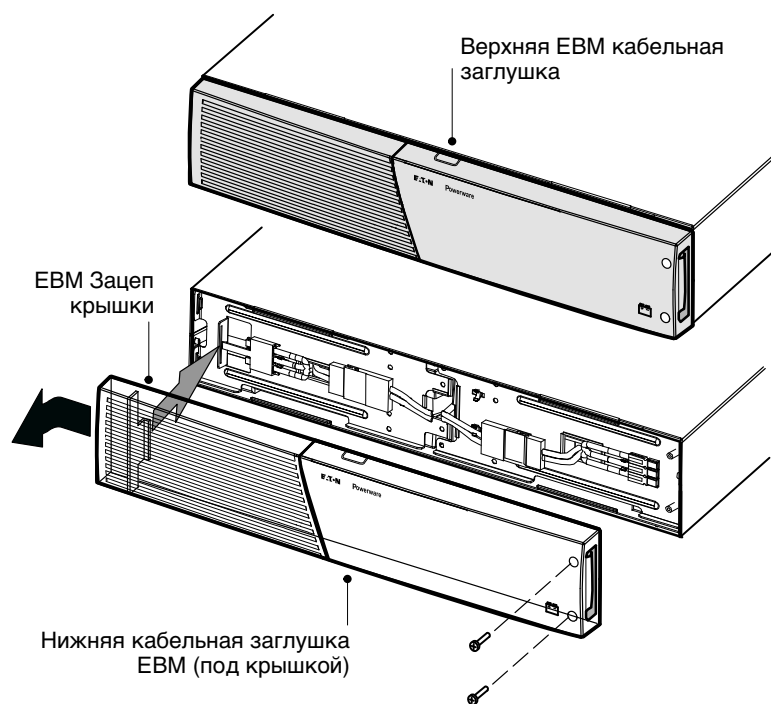

Рисунок 27. Снятие передней ЕВМ крышки
1. Снимите переднюю крышку каждого ЕВМ (см. Рисунок 27).
- Снимите переднюю крышку каждого нового ЕВМ (см. Рисунок 27).
- Для нижней части (или только) ЕВМ снимите кабельную заглушку ЕВМ в верхней части крышки. Расположение верхней кабельной заглушки Рисунок 27 см. на ЕВМ.
- Если вы устанавливаете несколько новых ЕВМ, для каждого дополнительного ЕВМ снимите кабельную заглушку ЕВМ в верхней и нижней части передней крышки ЕВМ. Расположение кабельных заглушек Рисунок 27 см. ЕВМ на.
Перед установкой крышки на место убедитесь, что кабели ЕВМ проложены через заглушки в крышке ЕВМ, затем подвиньте крышку слева направо до соединения с зацепом для крышки в левой части шкафа ЕВМ. Вверните на место два винта с правой стороны передней крышки. Для справки см. Рисунок 27 на странице 51.